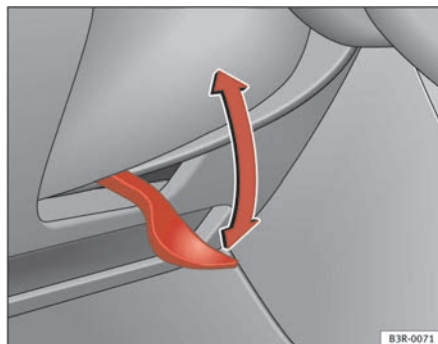

Fig. 145 Leva sotto il piantone dello sterzo
- Abbassare la leva ⇒ fig. 145 ⇒